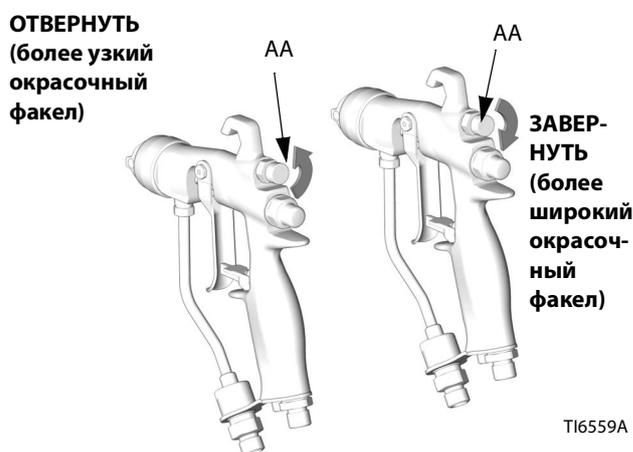

Рис. 6. Ручка регулировки подачи воздуха для факела
1. См. Рис. 6. Перекройте подачу воздуха на распыление, повернув круглую ручку (AA) по часовой стрелке (завернув) до упора. Это приведет к формированию наиболее широкого окрасочного факела.